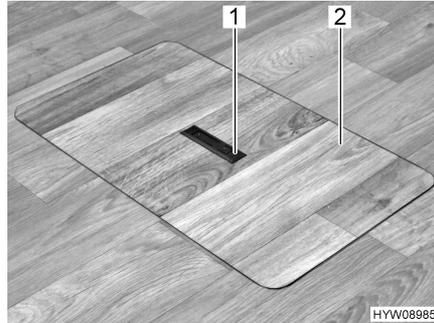
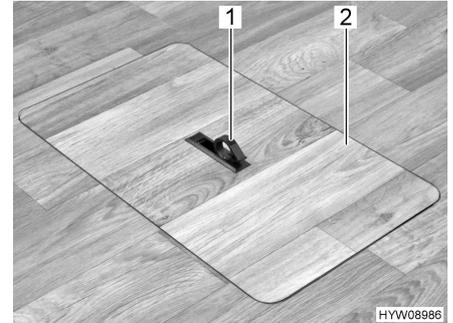

Bild 23 Abdeckung Bodenstaufach
Bild 24 Abdeckung Bodenstaufach
- Auf einer Seite Griffplatte (Bild 23,1) nach unten drücken. Der Griff (Bild 24,1) schwenkt nach oben.
- Abdeckung (Bild 24,2) nach oben abnehmen.
- Abdeckung (Bild 24,2) in den Rahmen im Boden einsetzen.